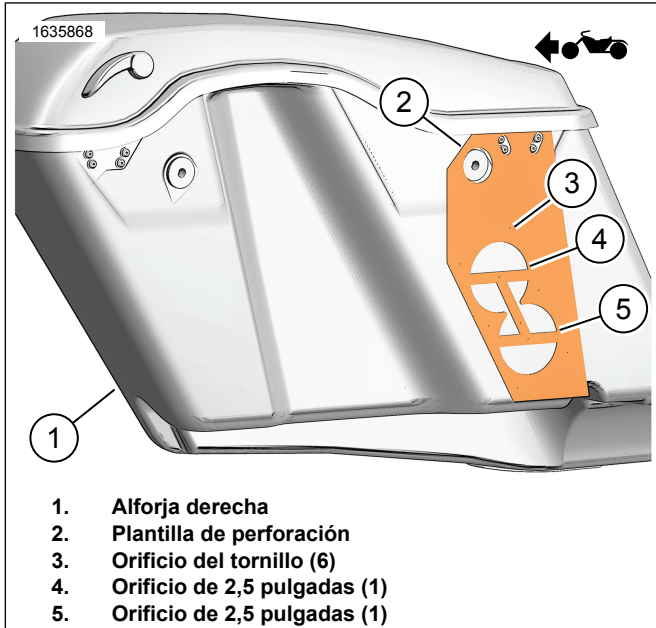
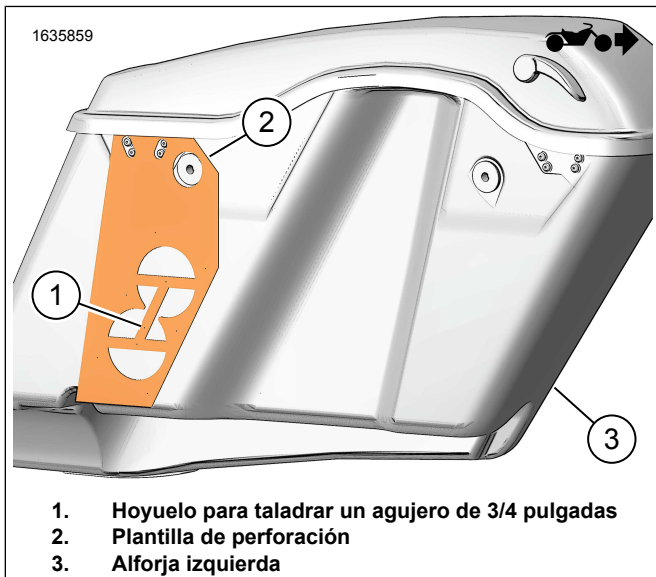
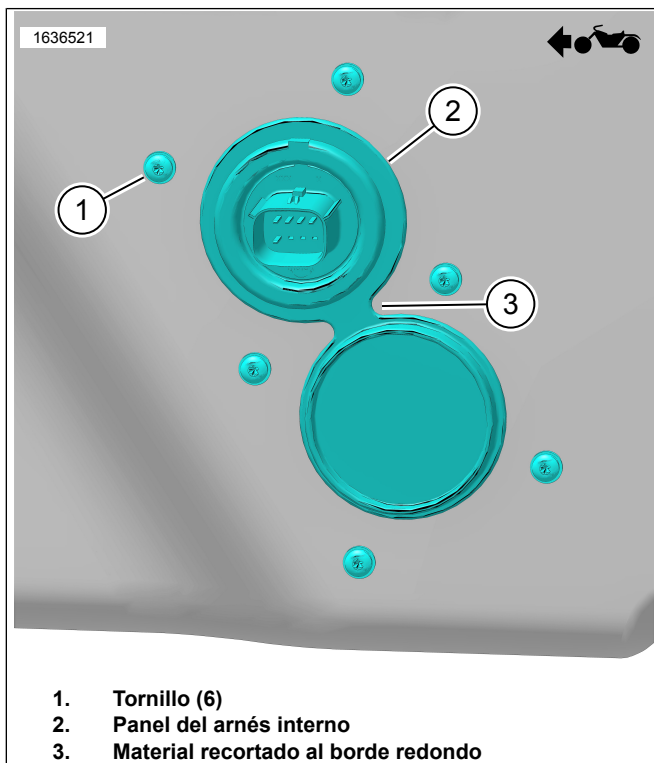

Figura 2. Alforja derecha
Figura 3. Alforja izquierda
Figura 7. Panel del arnés interno
1. Figura 2 Coloque la plantilla de taladro (2) en la alforja derecha (1).
2. Modifique la alforja derecha (1).
- d. Figura 7 Recorte el material al borde redondo (3).
4. Figura 3 Coloque la plantilla de taladro (2) en la alforja izquierda (3).
5. Modifique la alforja izquierda (3).
- a. Centre la ubicación de perforación de punzonado (1) en la plantilla.
6. Figura 7 Instale el panel del arnés interno (2).